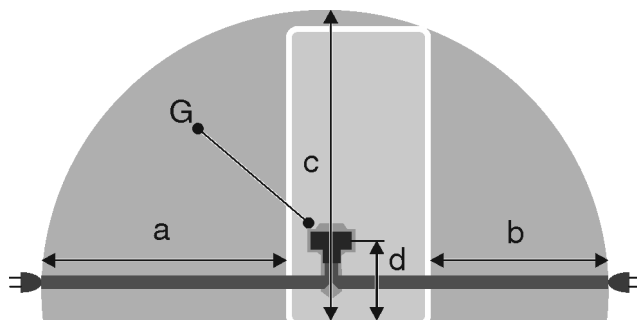

Fig. 51
- Steckdose liegt außerhalb des Geräterückseitenbereichs im gegebenen Bereich Fig. 51 (a, b, c).
- ▶ Gerätestecker Fig. 51 (G) auf der Rückseite des Gerätes einstecken. Auf richtiges Einrasten achten.